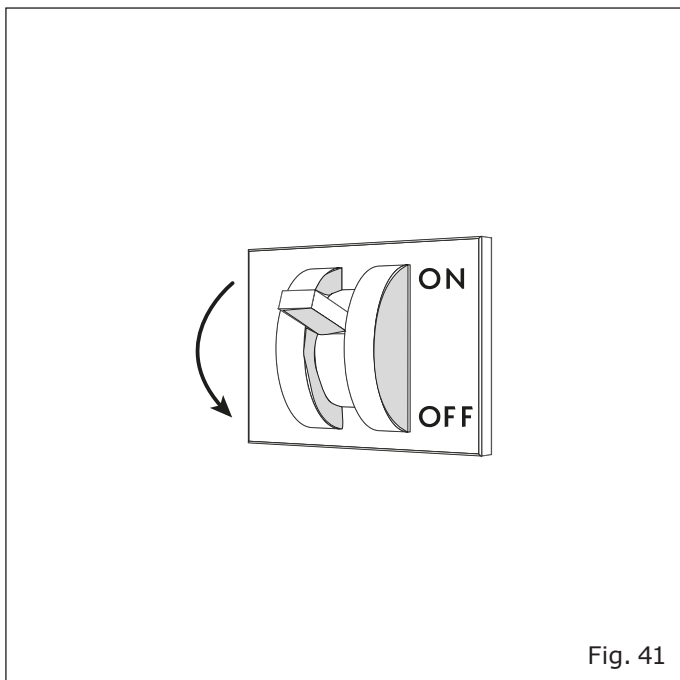

Fig. 41
- Desconectar la alimentación eléctrica del mueble mediante el interruptor seccionador general instalado en la pared ("Fig. 41").